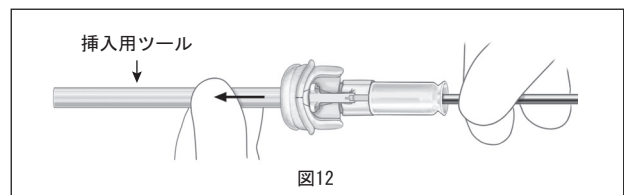

図12
15. アルミニウム製の可鍛性ハンドルをつかんで弁を固定してから、弁とホルダーから挿入用ツールを引っ張り、取り外します (図12)。